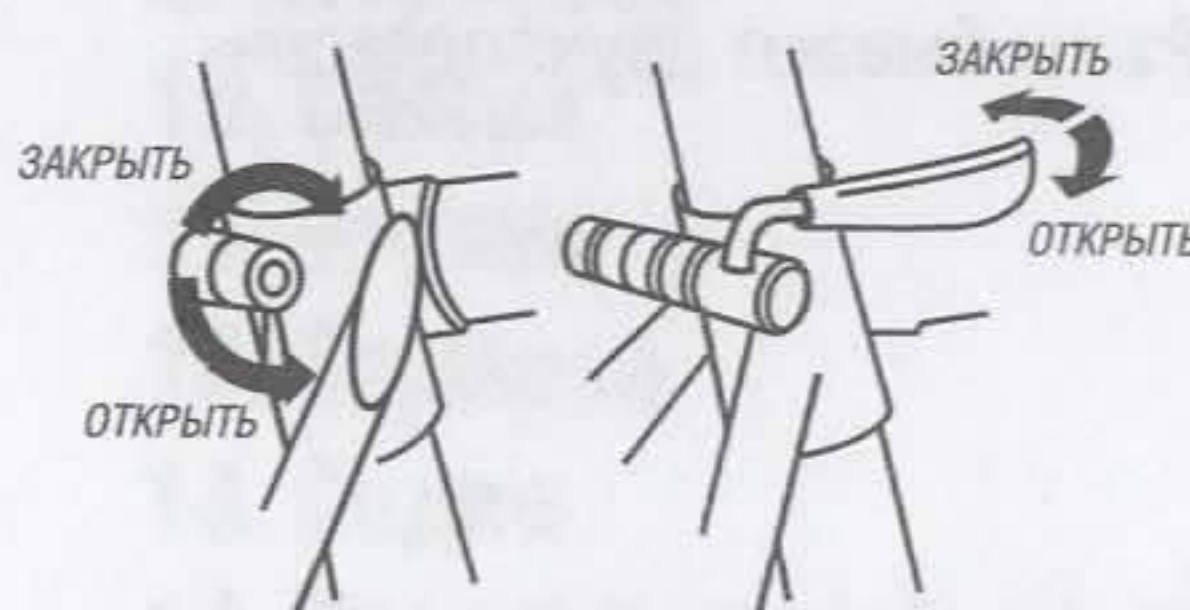

Рис. 3. Установка седла
- отпустите зажим эксцентрика или зажимающий винт (рис. 3)